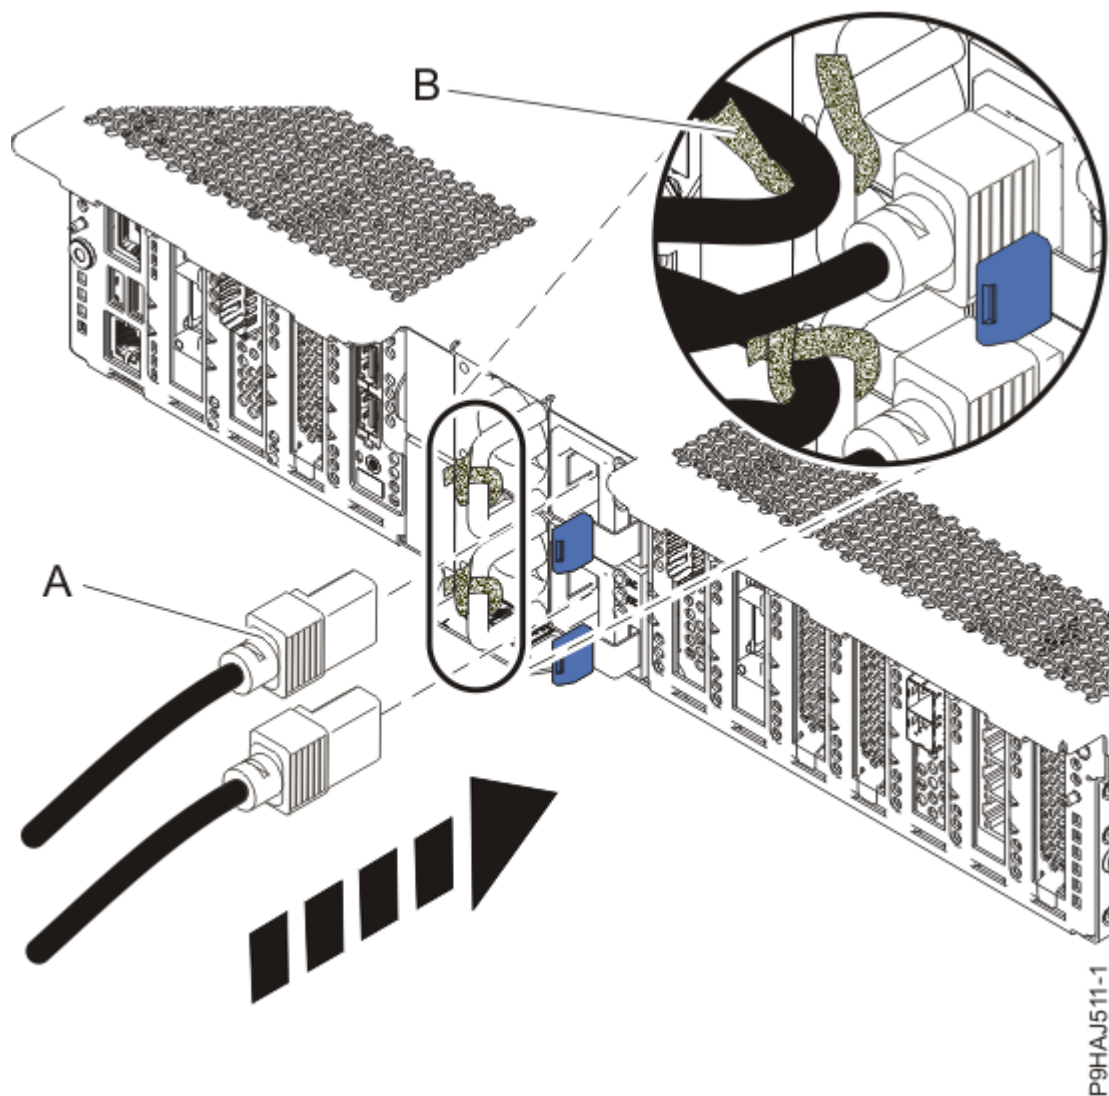

Figura 16. Connexió dels cables d'alimentació
7. Mitjançant les etiquetes, torneu a connectar els cables d'alimentació **(A)** a la unitat del sistema. Colleu els cables d'alimentació al sistema utilitzant les brides, **(B)**, tal com es mostra a Figura 16 a la pàgina 18.